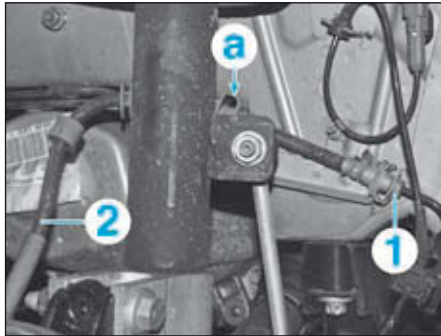
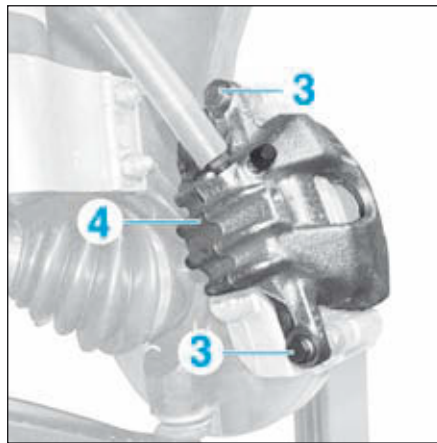

FIG.7
FIG.9
- Remplacer la vis de colonnette (1) par une vis neuve préalablement enduite de frein filet.
- Dévisser le raccord (1) (Fig.7).
- Libérer le flexible de frein (2) de son oeillet de fixation (a).
- Remplacer systématiquement les vis (3) du support d'étrier.
- Déposer les vis de colonnette (3) et récupérer l'étrier (4) (Fig.9).